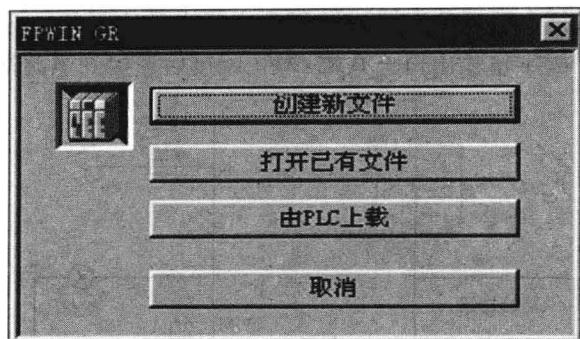

图 1-13 选择启动菜单
- (1) 打开 FOWIN GR 编程软件，画面中将会出现启动菜单，如图 1-13 所示。